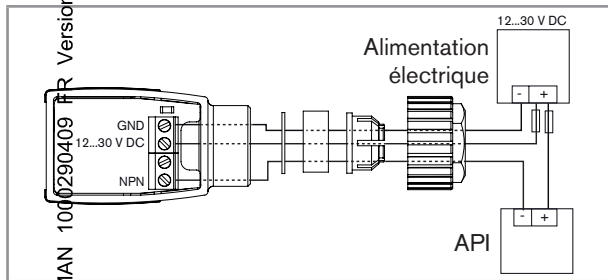
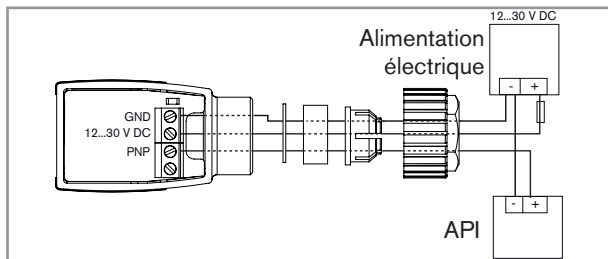

Fig. 4 : Appareil avec presse-étoupe – raccordement NPN de la sortie transistor
Fig. 5 : Appareil avec presse-étoupe – raccordement PNP de la sortie transistor
- Raccorder la sortie transistor (connexion 3 fils). La sortie transistor peut être connectée dans les modes suivants : NPN ou PNP. Se reporter à Fig. 4 ou Fig. 5.